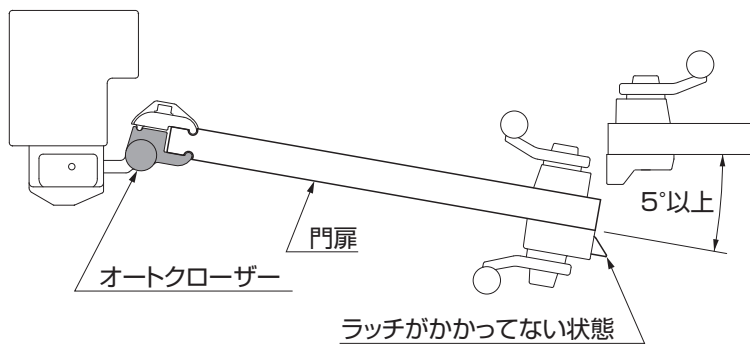

図5-8
- ①門扉を5°以上開いてください。必ず、ラッチがかかっていない状態にしてください。(図5-8参照)
- ②ラッチがかかっていない状態で、「5-3」の要領で巻き込み装置だけが回り、門扉は動かないときはオートクローザーは正常です。
- ③門扉を閉じて「5-2」の手順で初期値を探してください。
- ④初期値が見つかったら、引き続き「5-1・5-2」の要領で調整してください。